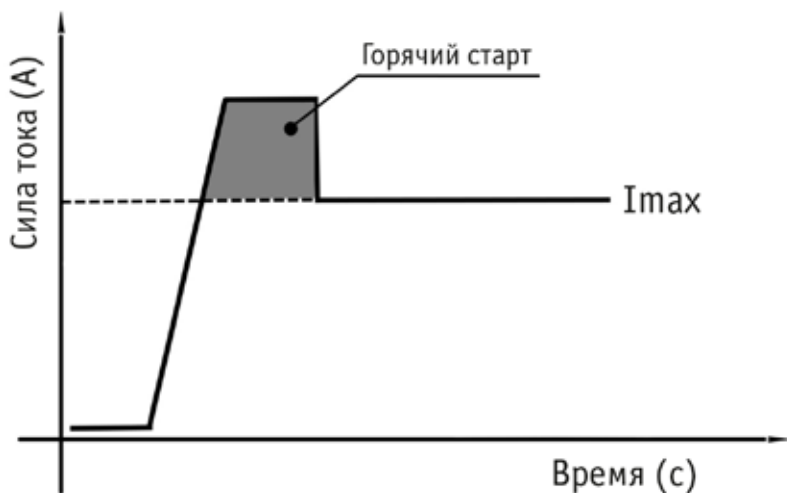

Рис. 11.1.1. Hot Start.
**Hot Start:** для обеспечения лучшего поджига дуги в начале сварки инвертор автоматически повышает сварочный ток. Это позволяет значительно облегчить начало сварочного процесса (см. рис. 11.1.1).